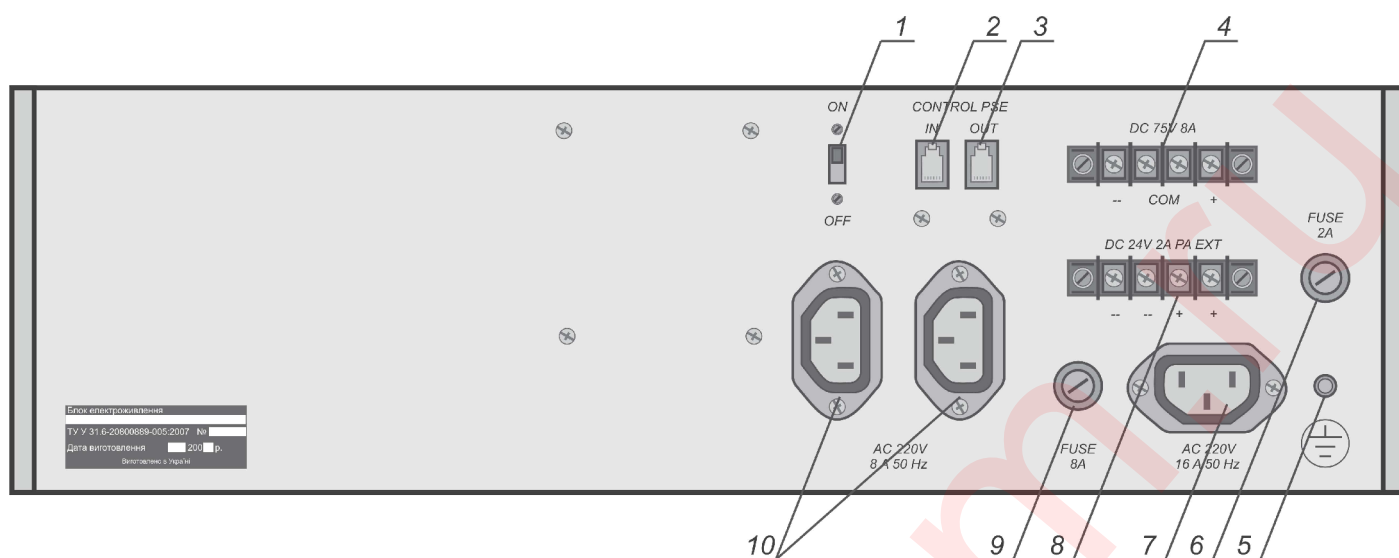

Рисунок 18
9.8 Размещение клемм и гнезд на задней панели блока БРЖ и их назначение приведено на рис. 18.